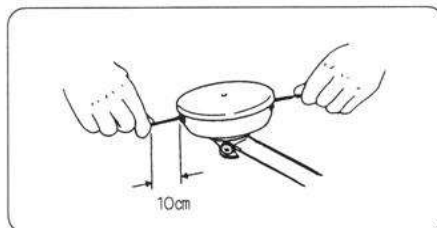

図26
⑧セットが確認されましたらナイロンコードを引っ張りコード出寸法がコード出口より約10cmのところまで切断してください。(図26)